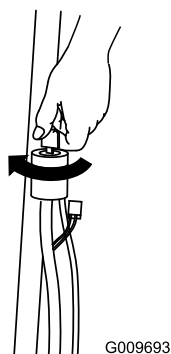
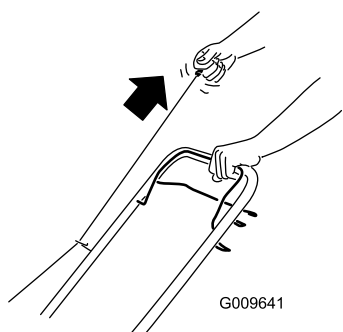

Figura 10
Figura 11
2. Haga girar la llave de contacto (Figura 10) o tire del arrancador de retroceso (Figura 11).